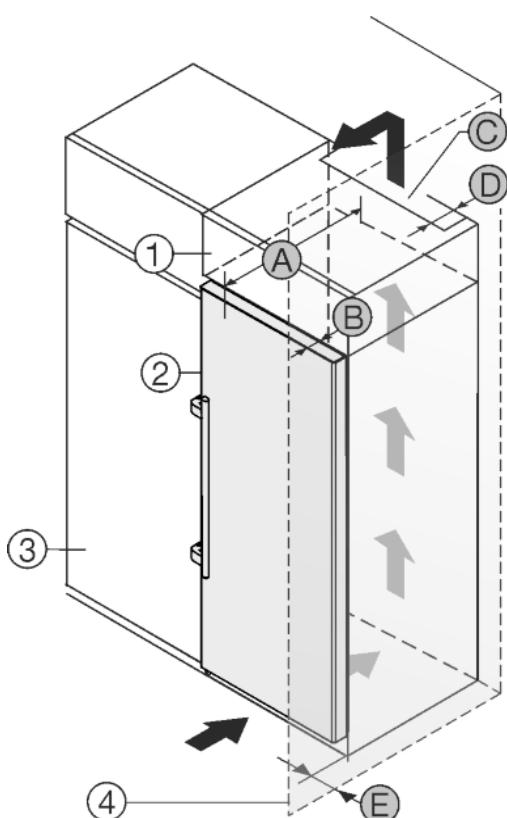

Fig. 23
Устройство может быть окружено кухонными шкафами. Чтобы уравнять устройство Fig. 23 (2) по высоте с кухонной стенкой, можно установить над устройством дополнительный шкафчик Fig. 23 (1).
Установить устройство можно непосредственно рядом с кухонным шкафом Fig. 23 (3). Чтобы можно было полностью открыть двери, устройство должно выступать на глубину Fig. 23 (B) относительно передней стенки кухонного шкафа. В зависимости от глубины кухонных шкафов и использования пристенных распорок устройство может выступать больше.
- На задней стенке дополнительного шкафчика должен быть вентиляционный канал с глубиной Fig. 23 (D) по всей ширине этого шкафа.
- Нужно соблюдать вентиляционное отверстие Fig. 23 (C) под нижней панелью.
Если устройство установлено на шарницах у стены Fig. 23 (4), то нужно соблюдать расстояние Fig. 23 (E) между устройством и стеной. Настолько выступает ручка при открытой дверце.